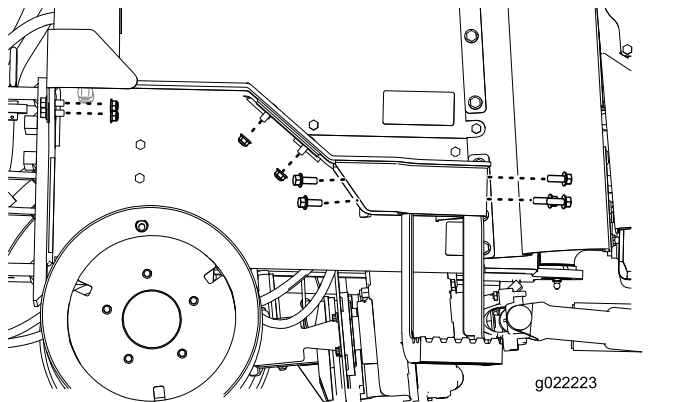

Рисунок 19
3. Снимите дополнительную подножку с машины (Рисунок 19).